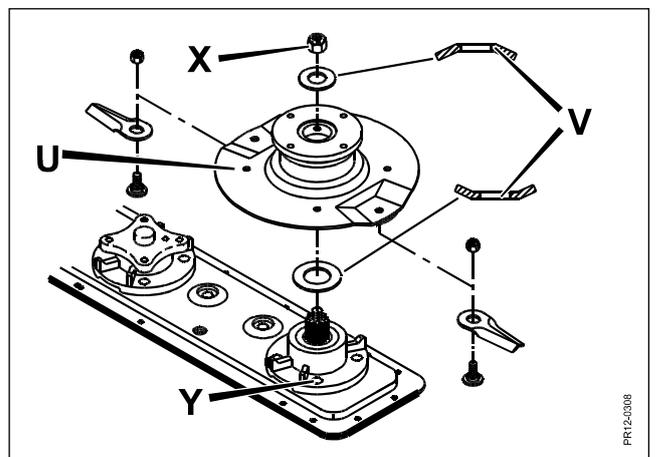

Fig. 5-18
- Fig. 5-18** Bei Montage von den treibenden Scheiben **U** in der linken Seite: